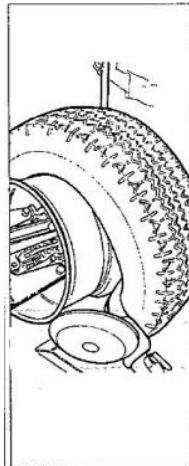

Рис. 7.7
I. Повернуть монтажную головку на 180 градусов и вставить между ободом диска и бортом шины (см. рис. 7.7). Перемещать до тех пор, пока борт не покажется из-под закраины диска колеса (эту операцию лучше выполнять в процессе вращения колеса).